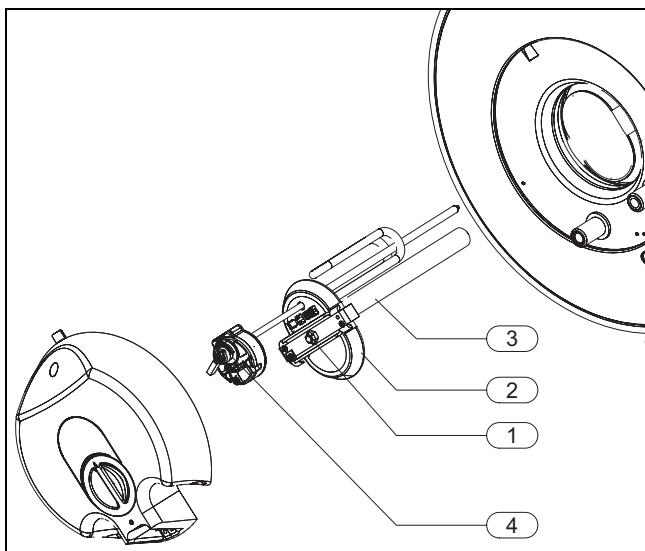

Рис. 14 Доступ до внутрішнього резервуара та позначення конструктивних елементів
- ▶ Зніміть гайку кріплення фланця (→ Рис. 14, [1]).
- ▶ Витягніть фланець із резервуара бойлера (→ Рис. 14, [2]).